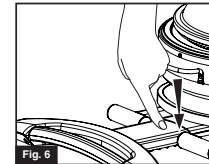

Fig. 6
- Appuyez sur le bouton de la poignée et poussez la poignée jusqu'à ce qu'elle se bloque dans le premier trou. (Fig. 6)